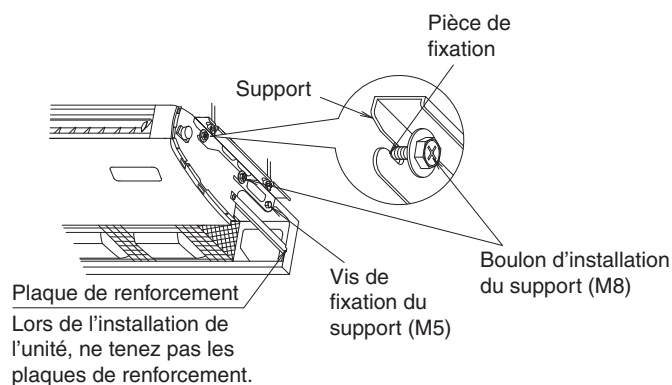

Fig. 11
- (2) Soulevez l'unité intérieure, faites-la glisser depuis l'avant et insérez le boulon (M8) d'installation du support fermement pour une suspension temporaire. (Reportez-vous à la Fig. 11)
- (3) Serrez les vis (M5) de fixation du support à 2 emplacements, qui ont été retirées, comme elles étaient auparavant. (Reportez-vous à la Fig. 11)
- (4) Serrez fermement les boulons (M8) d'installation du support à 4 emplacements. (Reportez-vous à la Fig. 11)